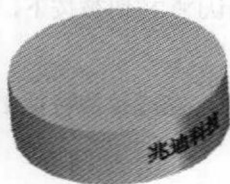
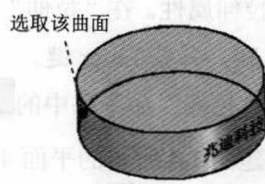

图 1.6 缠绕草图 1
图 1.7 选取缠绕草图的曲面
Step5. 创建图 1.6 所示的缠绕草图 1。
(1) 选择命令。单击 **曲面处理** 功能选项卡 **曲线** 区域中的  按钮。
(2) 定义要缠绕草图的曲面。选取图 1.7 所示的曲面为要缠绕草图的曲面, 单击  按钮。